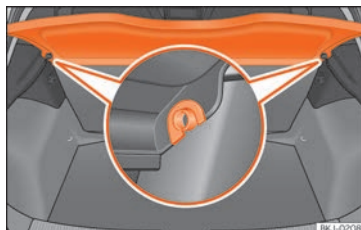

Fig. 112 Na bagageira: desmontar e montar a chapeleira.
- Desencaixe a chapeleira dos suportes laterais »» **Fig. 112** puxando-a para cima e retire-a.
- Introduza a chapeleira horizontalmente fazendo coincidir a «fechadura» sobre o eixo dos suportes »» **Fig. 112**, e pressione para baixo até que encaixe.